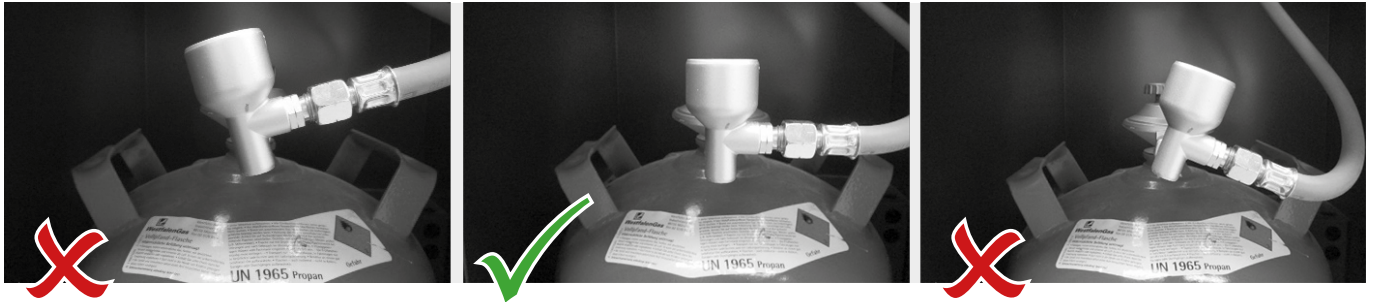

Abb. 3
4. Damit das Gas zum Brenner strömen kann, muss die Kippsicherung (Abb. 3) waagrecht ausgerichtet werden.